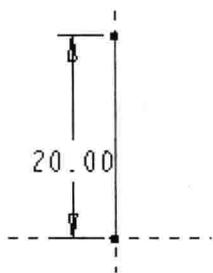

图 2-5 绘制扫描轨迹
(1) 新建零件文件，文件名为 FIVE\_POINTED\_STAR-02。
(2) 在 TOP 面上绘制扫描轨迹（直线），如图 2-5 所示。